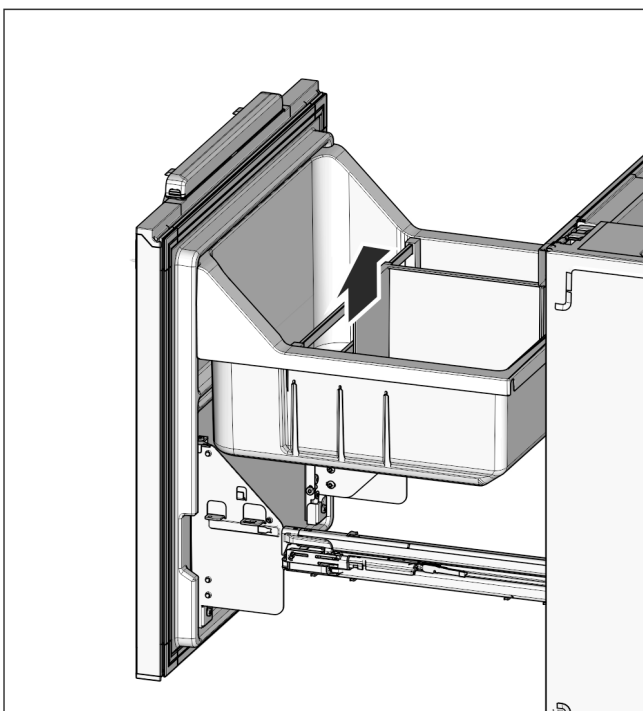

Fig. 25
- ▶ Introduceți din nou dispozitivul de depunere a sticlelor Fig. 25 (32) și vana de extracție Fig. 25 (31).